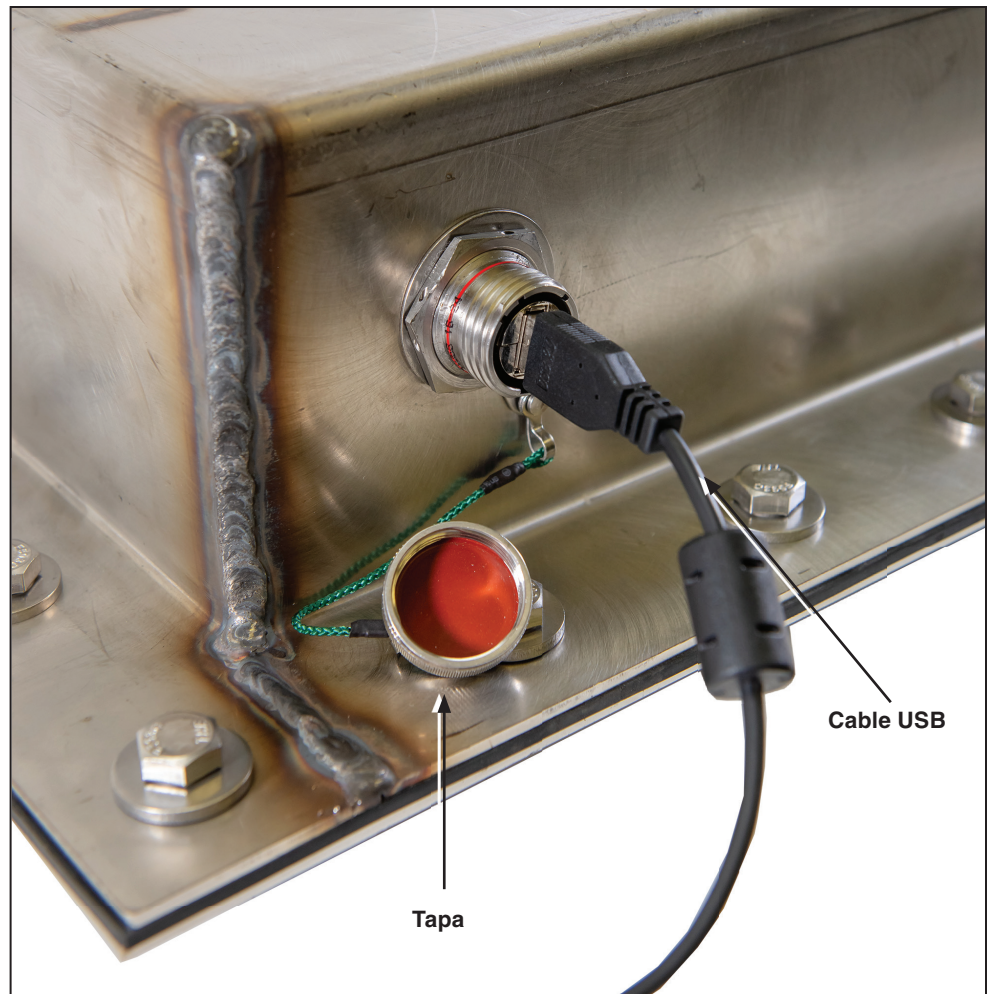

Figura 2. Retirar la tapa del puerto de datos y conectar un cable USB en el control. Enchufe el extremo opuesto del cable en una computadora.
- PASO 2.** Retire la tapa del puerto de datos USB. Conecte el extremo macho A de un cable USB, que no sea de más de tres metros de largo, en el receptáculo USB en el lado del control de sobrecorriente. Vea la Figura 2. Este cable debe tener un conductor de tamaño mínimo de 24AWG. Conecte el extremo opuesto del cable USB en un receptáculo USB abierto en la computadora. El Sistema Operativo de Windows detectará el control de sobrecorriente como un dispositivo USB.